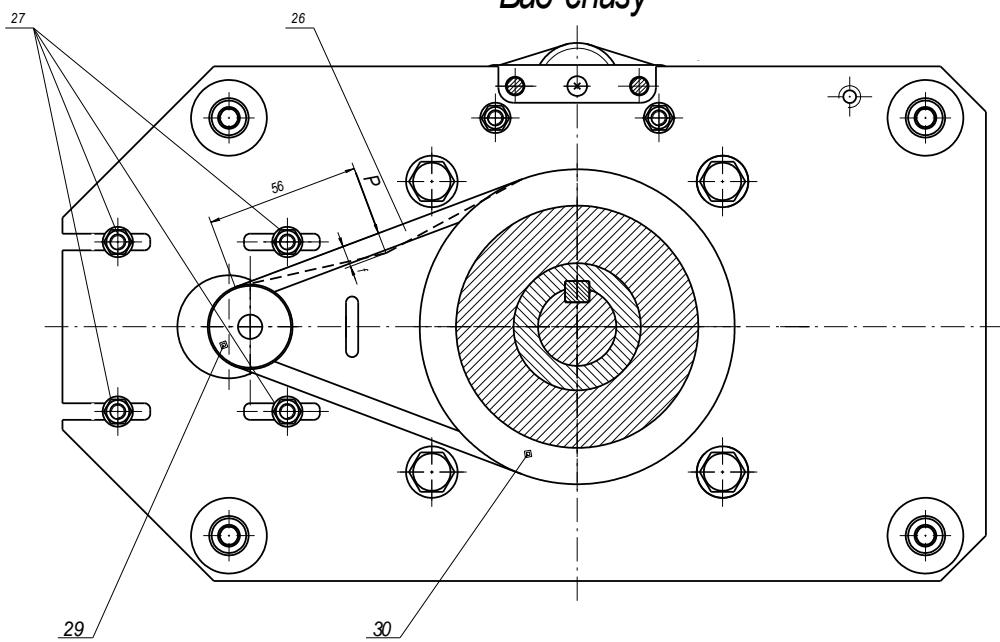

Рис.4
5.3 Электропривод турникета (см. рис.4) состоит из электродвигателя с редуктором 15, блокирующего устройства в виде электромагнитной муфты 16, оптического датчика угла поворота 17 и устройства «Антиталика» 18, размещенных на общем основании. Редуктор с помощью ременной передачи 26 соединен с выходным валом привода, на котором закреплены подвижная часть электромагнитной муфты и головка трипода с тремя штангами. Штанги фиксируются в рабочем положении с помощью подпружиненных замков
Места нанесения смазки: оси толкателя, в триподе - оси вращения штанг, - отмечены знаком «С» на рис. 4, 5.
Ослабить крепление редуктора к основанию привода (4 гайки поз.27, рис.4); ослабить затяжку контргайки, фиксирующей болт регулировки натяжения поз.28, и полностью закрутить болт. Перемещением редуктора ослабить натяжение, а затем снять клиновой ремень поз.26. Очистить клиновой ремень, пазы ведущего и ведомого шкивов поз. 29, 30, а также наружные поверхности редуктора и основания от загрязнений с помощью салфетки, смоченной спиртобензиновой смесью. Установить клиновой ремень, отрегулировать его натяжение с помощью регулировочного болта, зафиксировать регулировочный болт и редуктор. Правильность регулировки проверить при работе турникета в режиме прохода.